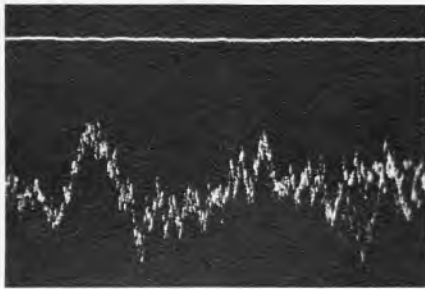

Bild 10. Fremdspannung bei voll geöffnetem Lautstärksteller. Oberes Oszillogramm = Tunereingang. Unteres Oszillogramm = Phonoeingang, magnetisch
8.1 bezogen auf Vollaussteuerung (30 W) und linear eingestelltem Frequenzgang (Bild 10)